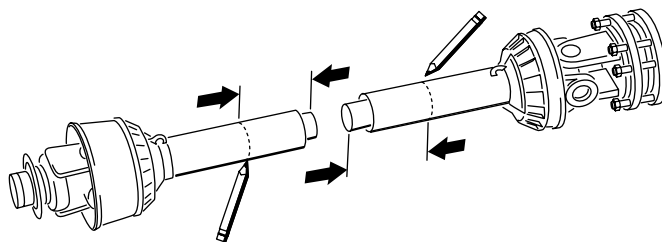
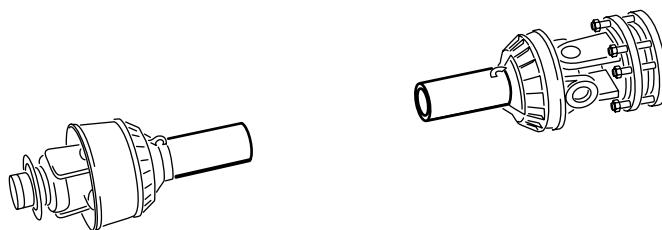

Figura 18
Figura 19
13. Utilize as dimensões determinadas no passo 8, localize, marque e corte a proteção e o tubo de cada metade da tomada de força (**Figura 18** e **Figura 19**).